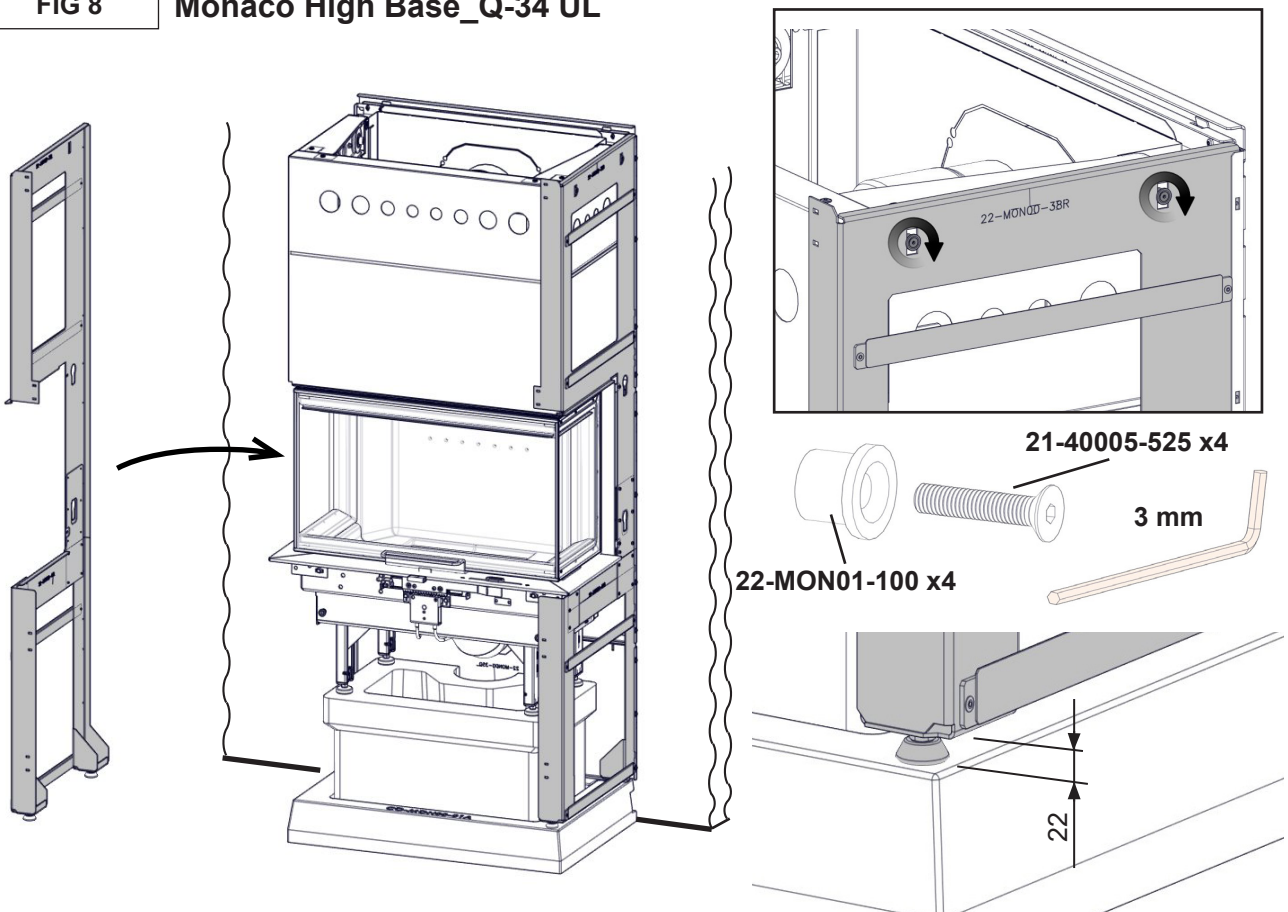

FIG 9
**NO:** Monter brakettene i henhold til fig. 9, 10, 11 og 12. **Stram ikke til mutrene da rammen må kunne bli justert senere.**
**GB:** Assemble brackets as shown on FIG 9, 10, 11 and FIG 12. **Do not fasten the screws completely leaving parts of surrounding frame adjustable.**
**SE:** Montera fästen enligt fig. 9, 10 11 och 12. **Dra inte åt muttrarna slutgiltigt än – den omgivande ramens delar kan behöva slutjusteras.**
**FR:** Assemblez les supports comme indiqué sur les Fig. 9, 10, 11 et 12. **Ne pas complètement serrer les écrous, de manière à pouvoir ajuster le cadre de l'habillage.**